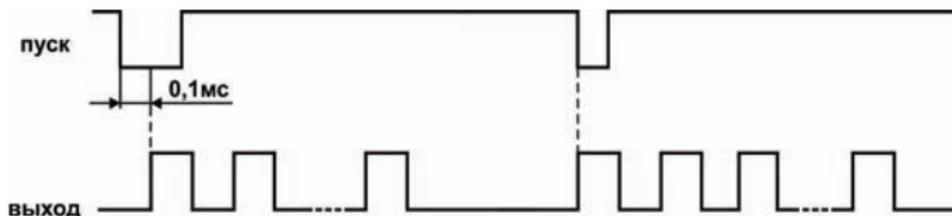

Рисунок 5
3.1.2.2 Импульс «Пуск» запускает выполнение программы сначала или с места установки (рисунок 5). Длительность импульса не менее 0,1 с. Задержка реакции прибора на сигнал «Пуск» составляет не более 0,1 мс.